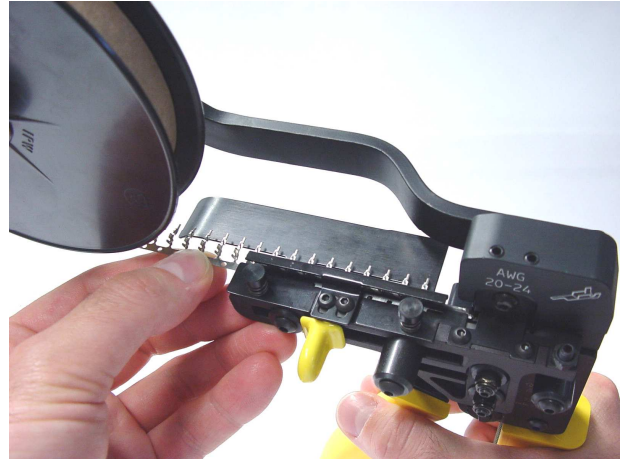

Figure 8
**2.** Der Kontaktstreifen wird so weit vorgeschoben, bis der erste Kontakt am Ende des Führungsbleches liegt. Danach werden die Kontakte mit Hilfe des gelben Vorschubhebels in Richtung des Crimpprofiles geschoben bis der erste Kontakt zur Mitte des Crimpprofiles fluchtet (siehe Abbildung 8 und 9).